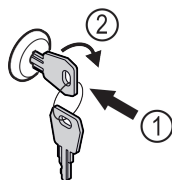

Fig. 157
- Insérer la clé Fig. 157 (1).
- Tourner la clé à 90° dans le sens horaire Fig. 157 (2).